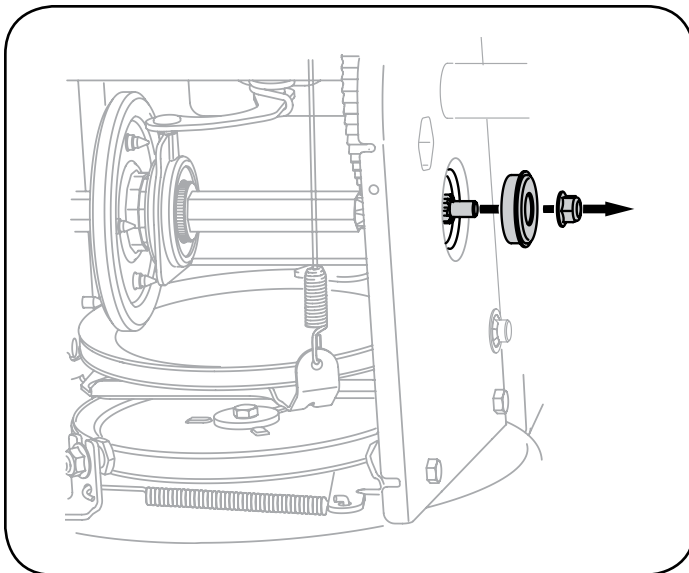

Figura 62
6. Retire con cuidado la tuerca hexagonal y la arandela que sujetan el eje hexagonal al marco de la máquina quitanieve, y golpee suavemente el extremo del eje para desplazar el cojinete de bolas del lado derecho del marco. Vea la Figura 62.